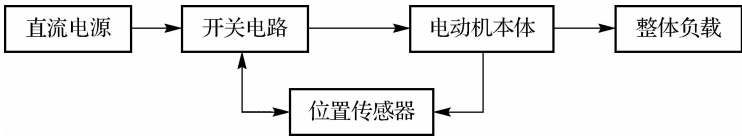

图 2-19 永磁无刷直流电机的结构原理图
永磁无刷直流电机结构原理图如图 2-19 所示。从图中可以看出,直流电源经过开关电路向定子绕组进行供电,控制系统对位置传感器信号进行处理后实现对开关电路的控制,正确地判断各电机绕组的通电和断电状态,进而实现电机的换向。
2. 绘制图 2-19,简述永磁无刷直流电机的结构原理。